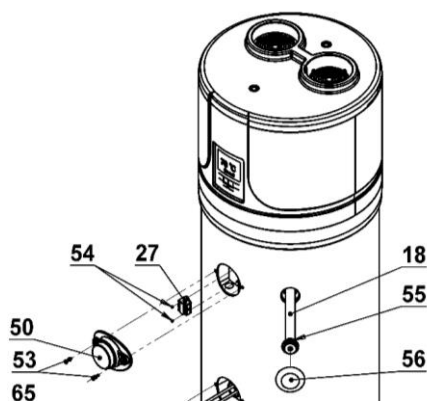

Fig.14
o **Azzeramento del termostato di protezione 27 (Fig.14)**
- Rimuovere il coperchio di protezione superiore, svitando le viti di fissaggio (**Fig.14**);
- Premere manualmente il pulsante del termostato di sicurezza fino a quando non si sente un suono (**Fig.14**).
○ **Anodi di magnesio 18 (Fig.14)**